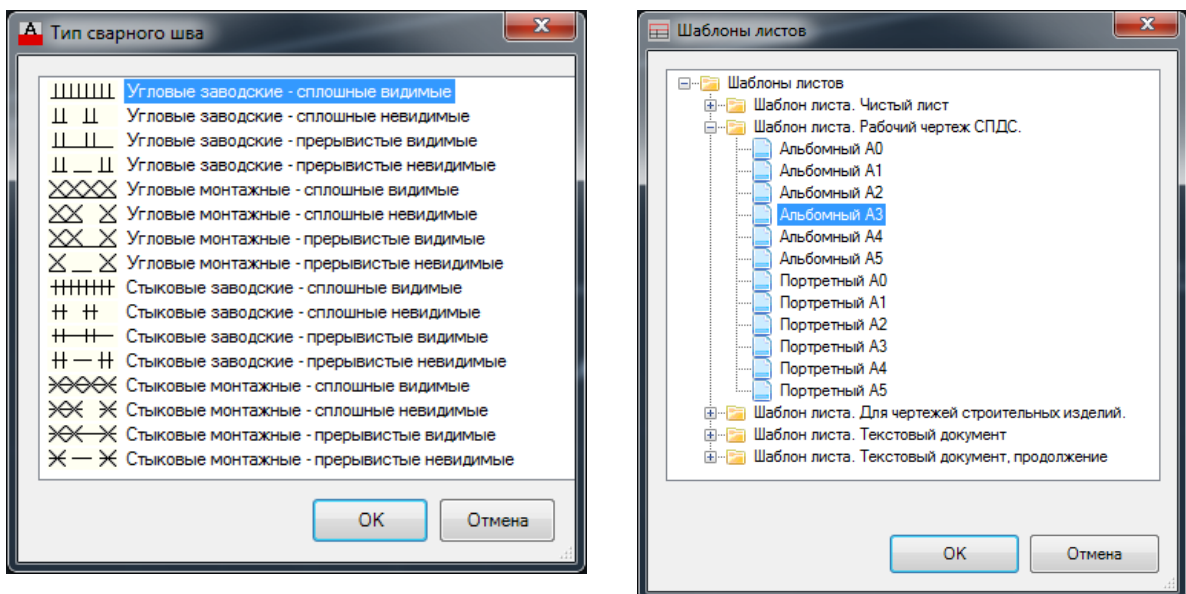

Рис. 7 Диалоги выбора типа сварного шва и выбора шаблона листа
- Добавлен интерфейс для выбора типа сварного шва при создании обозначения сварного шва, а также выбора шаблона листа при его создании (Рис. 7).